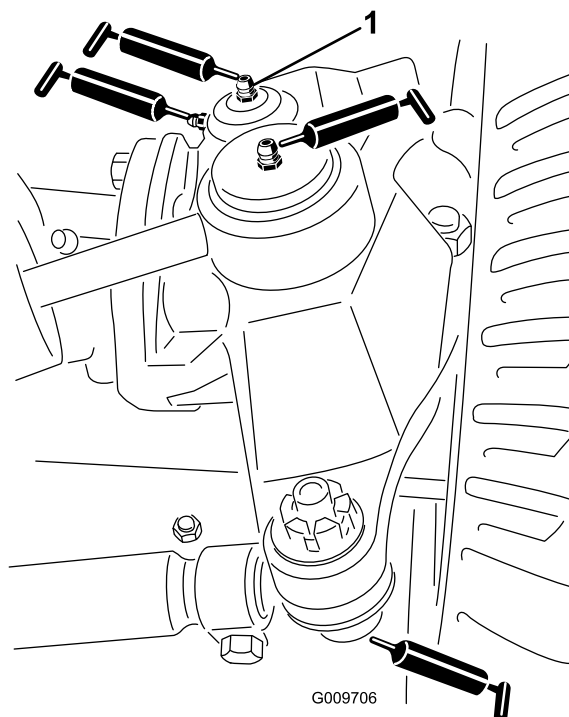

Рисунок 83
- Шаровые опоры гидроцилиндра рулевого управления (2 шт.) (Рисунок 83)
- Шаровые опоры стяжной тяги (2 шт.) (Рисунок 83)
- Втулки поворотных шкворней (2 шт.) (Рисунок 83). **Верхнюю масленку на поворотном шкворне следует смазывать только раз в год (2 хода насоса).**